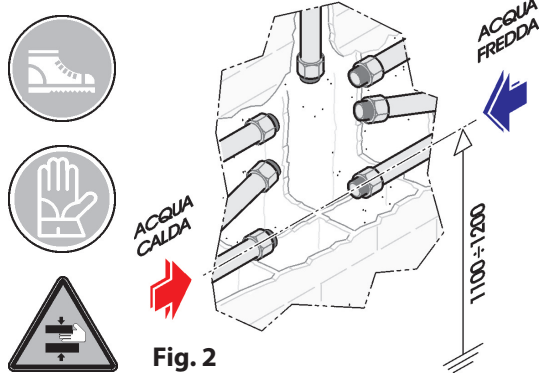

Fig. 2
- Alloggiare i tubi idraulici per l'alimentazione dell'acqua fredda nella parte inferiore destra e dell'acqua calda nella parte inferiore sinistra. (Fig.2). Nella parte superiore, alloggiare i tubi idraulici per l'erogazione ai servizi (deviatore).
- Lodge the cold water supply pipes to the lower right hand side, while the hot water pipes to the left (Fig. 2)
- Den Kaltwasseranschluss unten rechts und den Warmwasseranschluss unten links unterbringen (Abb. 2). Im oberen Bereich das Ansatzrohr für den Wasserauslauf (Umsteller) unterbringen.
- Loger les tuyauteries hydrauliques pour l'alimentation en eau froide dans la partie inférieure droite et dans la partie inférieure gauche pour l'alimentation en eau chaude. (Fig.2). Dans la partie supérieure, loger les tuyauteries hydrauliques pour la distribution (inverseur).
- Instale los tubos hidráulicos para la alimentación del agua fría en la parte inferior derecha y, los del agua caliente, en la parte inferior izquierda. (Fig.2) En la parte superior, instale los tubos hidráulicos para la salida a los servicios (inversor).
- Проложить трубы водоснабжения таким образом, чтобы холодная вода располагалась внизу справа, а горячая - внизу слева. (Рис.2). В верхней части расположите трубы выходящие на потоки распределения направлений (от девиатора).